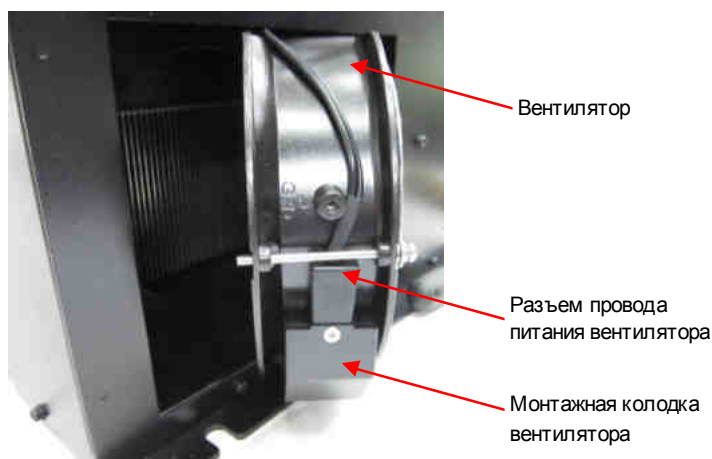

Рис. 7.5. Установка вентилятора охлаждения радиатора.
7.5.2. На модуль IGBT установить монтажную плату и припаять ее (рис. 7.5).